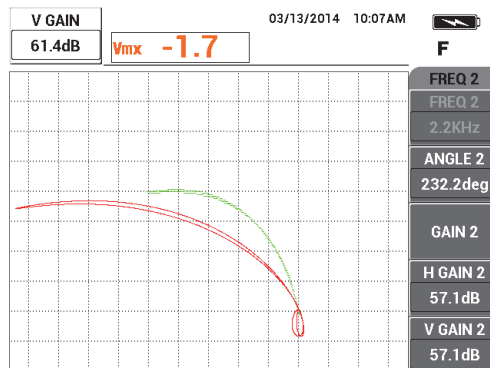

Abbildung 5-123 Einstellen der vertikalen Signalamplitude von FREQ 1
14. Drücken Sie erneut die Direktzugriffstaste GAIN (**dB**) und erhöhen Sie dann die vertikale Signalamplitude von Frequenz 1 (grün) bis sie exakt 4 Skalenteile über dem Nullpunkt hinausgeht (siehe Abbildung 5-123 auf Seite 230).